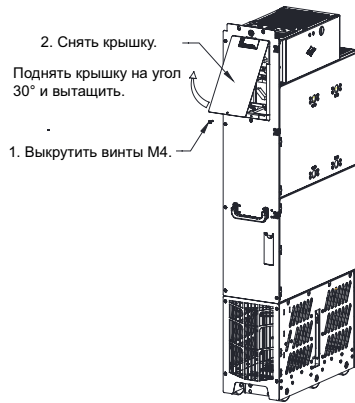

Рис. 6-6 Снятие крышки
- ① Выкрутить винт M4 на крышке и снять крышку, как показано на рис. 6-6;
- ② Ослабить болты M10 сверху и снизу предохранителя гаечным ключом и извлечь предохранитель.
- ③ Выкрутить болты M10.